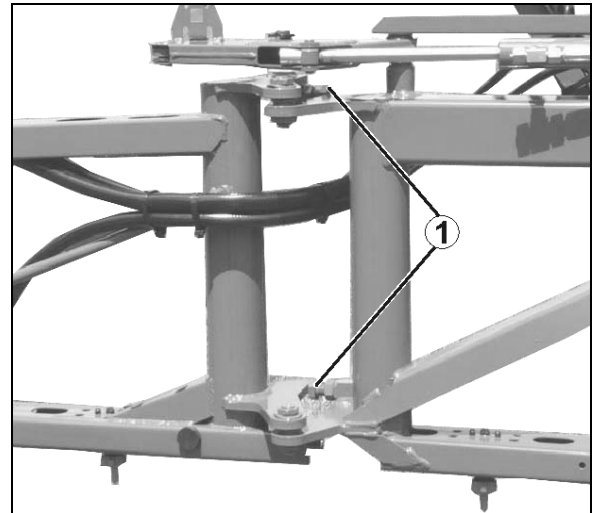

Fig. 173
1. Contrôlez si le niveau d'huile peut être lu au niveau du repère (Fig. 173/1) lorsque la pompe est à l'arrêt et à l'horizontale
2. Enlevez le couvercle (Fig. 173/2) et faites l'appoint d'huile si le niveau d'huile n'arrive pas au repère (Fig. 173/1).
2. Enlevez le couvercle (Fig. 173/2).
5. Faites tourner l'arbre d'entraînement à la main alternativement à droite et à gauche tout en versant lentement l'huile neuve. Le volume d'huile versé est correct lorsque l'huile arrive au repère (Fig. 173/1) dans le vase.